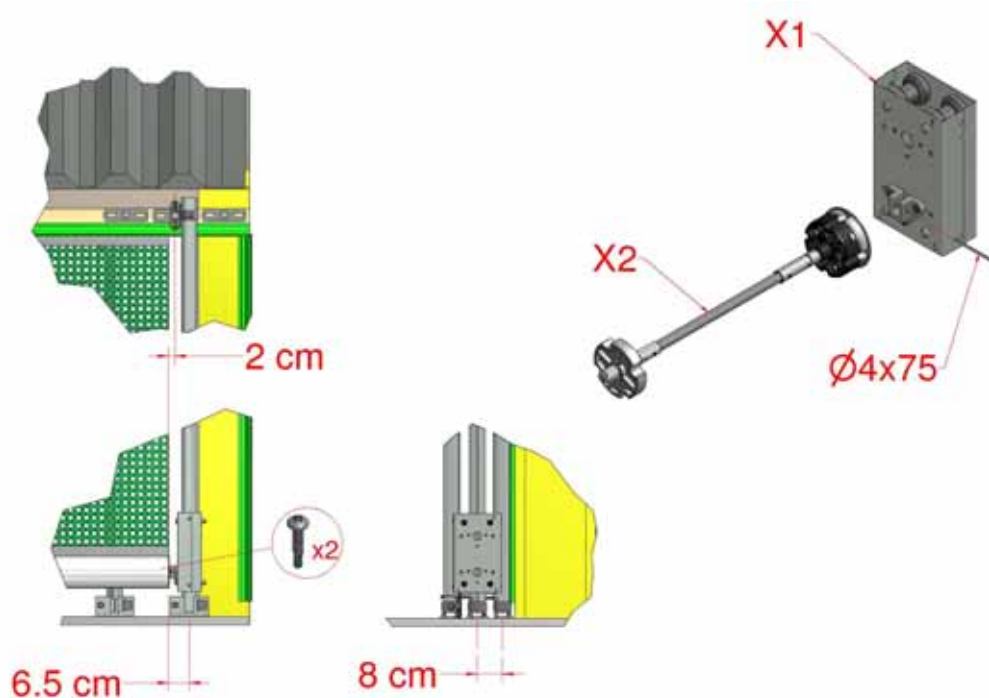

Figure 24 : coffret de commande d'extrémité libre
- 6.1 Pour poser le coffret de commande à l'extrémité libre en option, fixer le ou les supports de surface supplémentaires (E1) à l'extrémité libre, voir la Section 2.1. L'extrémité du tube d'enroulement inférieur doit se trouver à 2 cm du centre du support de surface supérieur (E1) ou à 6,5 cm du centre du tube de couple, comme illustré à la Figure 24.
- 6.2 Pour une installation Face-Face, pré-percer les trous de fixation dans le sol pour faire en sorte que le centre du tube de couple se trouve à 8 cm du centre du tube de commande interne, Figure 24. Enfiler l'arbre d'extrémité libre sur l'extrémité du tube d'enroulement inférieur et le fixer au moyen de deux vis autoperceuses M4.2x19.